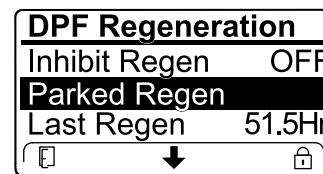

Figure 56
- Si le calculateur moteur demande une régénération d'urgence ou est en train d'en exécuter une, et que vous naviguez jusqu'à l'option PARKED REGEN, la régénération en stationnement se bloque et l'icône de blocage (Figure 56) apparaît en bas à droite de l'InfoCenter.